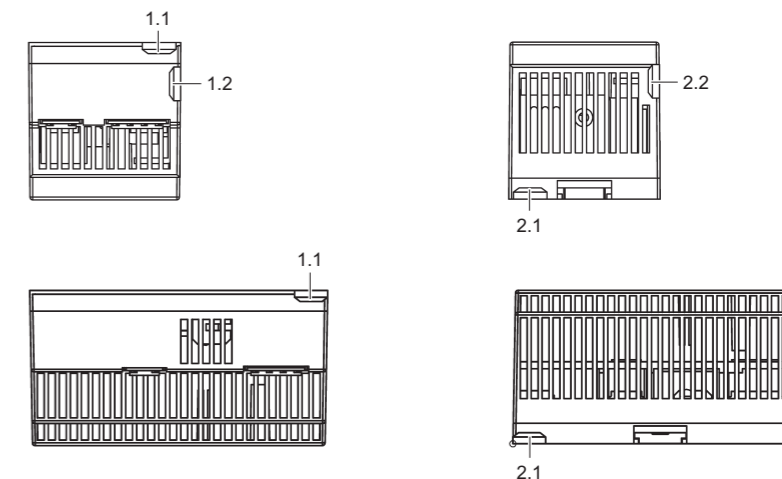

Abbildung 3: Einrastöffnungen für Befestigungsclips – Ansicht von oben/Ansicht von unten
- Führen Sie je einen Befestigungsclip in die entsprechende obere und untere Einrastöffnung am Gehäuse ein (siehe Abbildung 3).